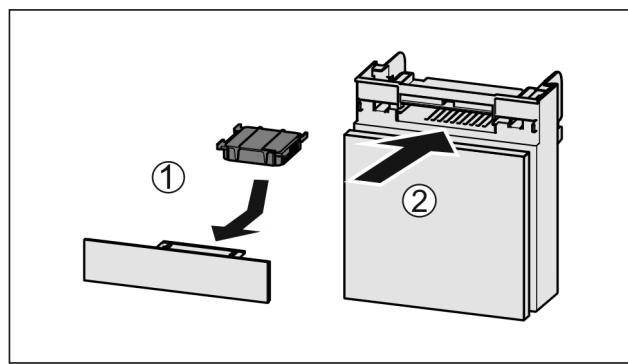

Fig. 88
- Introduceți Fig. 88 (1) filtrul de cărbune activ după cum se vede în figură.
► Împingeți Fig. 88 (2) compartimentul în interior.